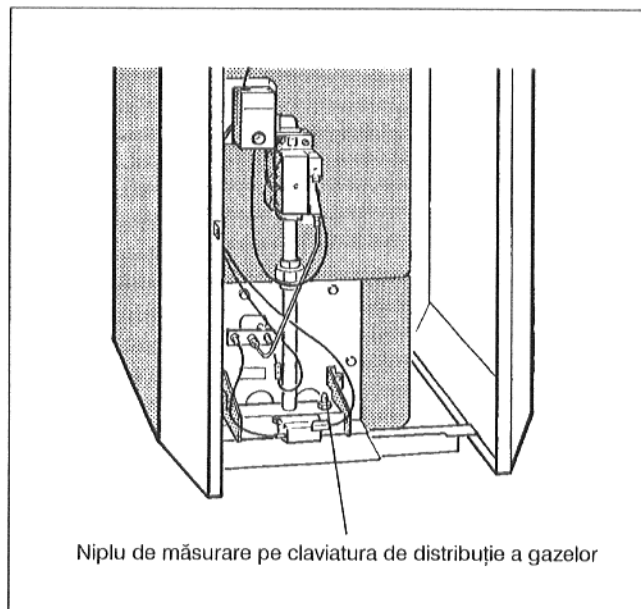

Fig. 34: Arzător de gaz
- Se deșurubează cu două rotiri șurubul de închidere al niplului de măsurare de pe claviatura de distribuție a gazelor (Fig. 34).